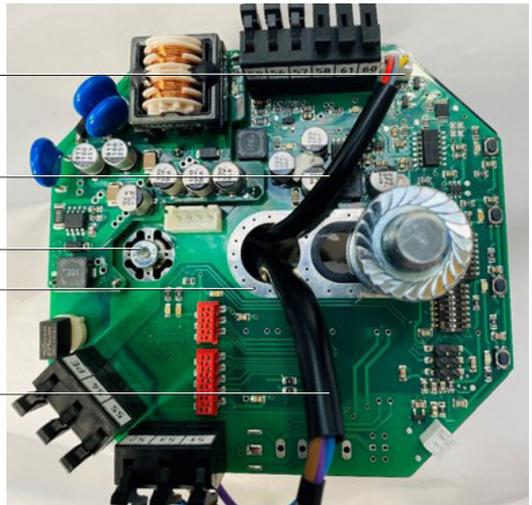

图25.
- 1 - 6 kN：将电位计插头连接至定位板上的电位计插座，关于产品组装定位，请参考图25《定位板的安装（ ）》。电位计线束应穿过定位板的中心，如图所示
- 1 - 6 kN：如图26《定位器安装端子图（1 - 6 kN）》所示，连接DE线束（方向如图25所示）
- 8 kN+：将电位计线束的芯线连接到主端子导轨（图27），并将电位计插头连接到定位板上的电位计插座，关于产品组装定位，请参阅图25《定位板的安装》。电位计线束应穿过定位板的中心，如图所示